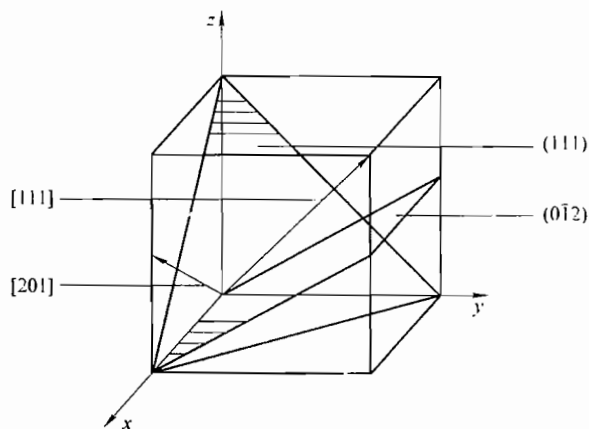

图 9-2 第四题解答图
四、 $(0\bar{1}2)$ 和 (111) 表示晶面, $[111]$ 和 $[201]$ 表示晶向, 如图 9-2 所示。